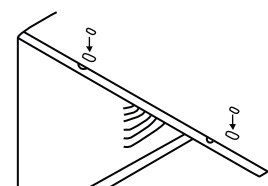

Fig.6
9. Ajoutez deux inserts en mousse aux trous dans le haut de l'armoire où les vis de transport ont été retirées (voir Fig.6).
1. Fixez le joint en mousse sur l'angle supérieur au-dessus des trous, comme indiqué à la Fig.6.